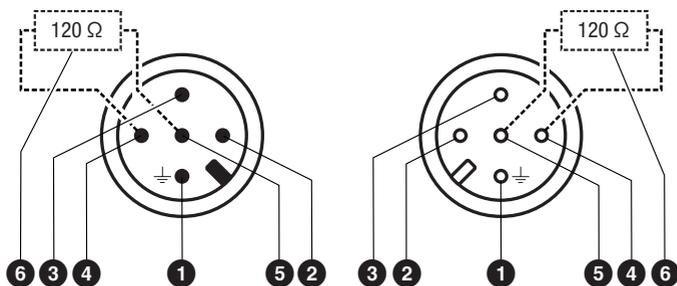

Fig. 10
Le apparecchiature sono dotate di connettori (5 poli, codice A), vedi **Fig. 10**. Sono fornibili a richiesta cavi completi di connettori (maschio – femmina) con varie lunghezze.
Se non vengono utilizzati cavi preassemblati collegare i connettori maschio e femmina come indicato negli schemi, **Fig. 10**.
- Collegare lo schermo al Pin 1 dei connettori, **Fig. 10**.